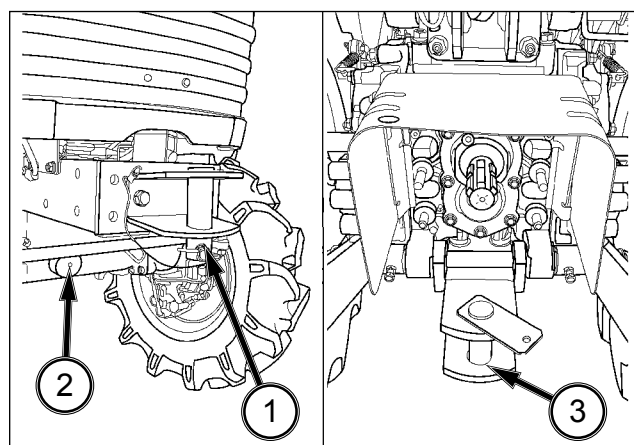

FIG. 86
FIG. 86 : Lorsque vous relevez l'essieu avant, placez le cric sous le crochet d'attelage avant (1) ou le pivot avant (2). Pour lever l'essieu avant, placez le cric sous l'attelage arrière (3).